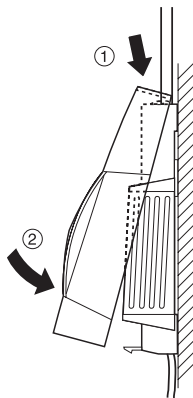

Bild 5:
- ▶ Setzen Sie den Gehäusedeckel oben an (1) und lassen Sie ihn unten einrasten (2) (siehe Bild 5).
- ▶ Setzen Sie den Gehäusedeckel oben an und rasten Sie ihn unten ein (siehe Bild 5).